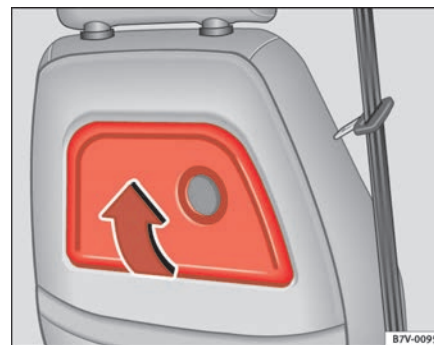

Abb. 106 Klapptisch am rechten Vordersitz
- Klappen Sie den Tisch in Pfeilrichtung ⇒ Abb. 106 nach oben, bis er einrastet.
- Drücken Sie den Tisch entgegen der Pfeilrichtung ⇒ Abb. 106 nach unten, bis er einrastet.